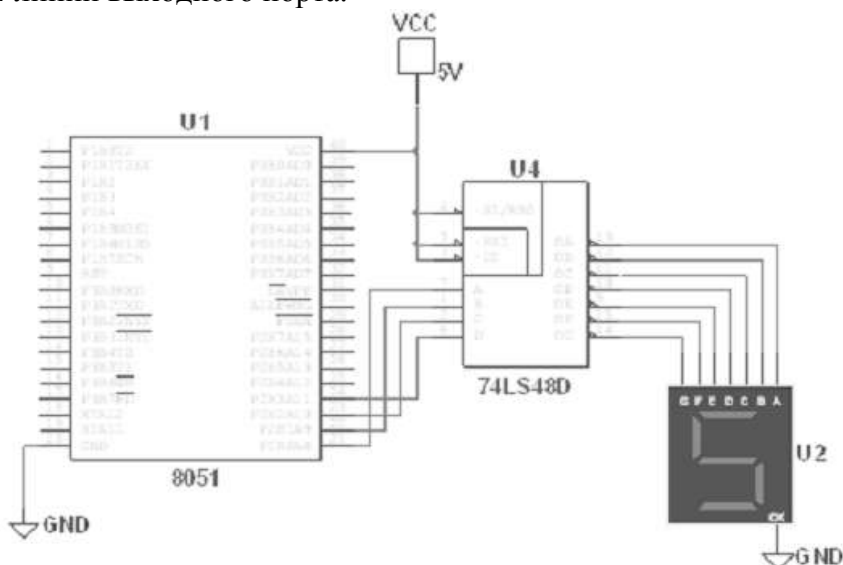

Рисунок 45 - Подключение семисегментного индикатора через дешифратор
2) Аппаратный вариант (рис. 45). Подключение светоиндикатора производится через преобразователь (дешифратор) двоичного кода в код семисегментного индикатора. При таком подключении используются всего 4 линии выходного порта.